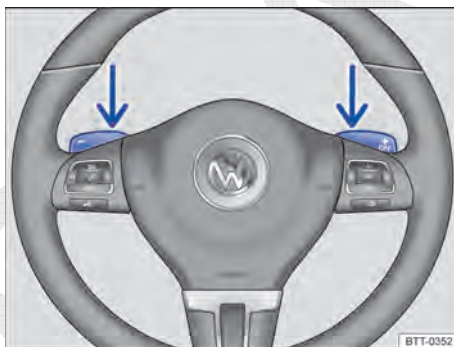

Fig. 105 Volante com dois seletores para troca de marcha no modo manual.
- No programa de condução **D**, **S** ou **M** (modo manual), acionar os seletores basculantes no volante ⇒ Fig. 105.
- **OU**: engatar com as chaves de mudança no volante ⇒ Fig. 105.